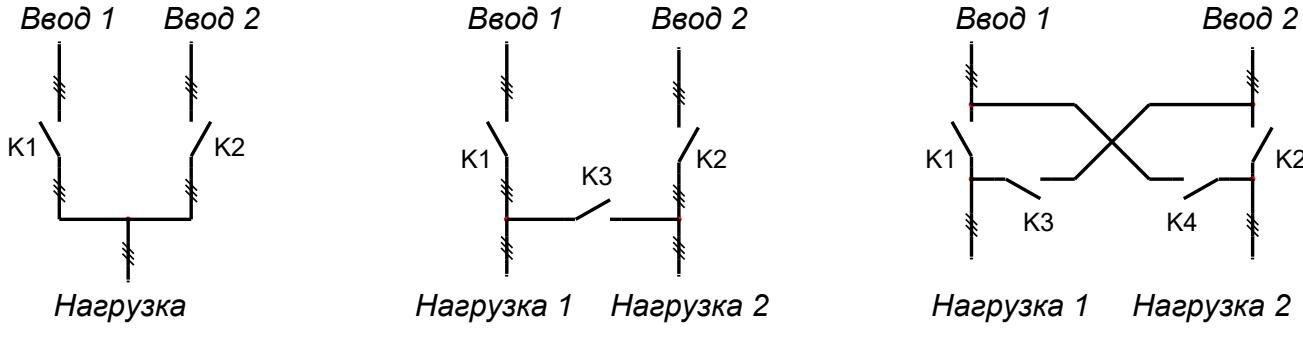

Рис. 1. Структурные схемы АВР и модификации предназначенных для них БУАВР
2.1.1. Структурные схемы АВР и модификации предназначенных для них блоков БУАВР приведены на рис. 1.
- БУАВР.К.х.М и БУАВР.КИ.х.М предназначены для работы в составе АВР с двумя вводами и одной нагрузкой Рис. 1.а. БУАВР.К.х.М имеет 4 группы выходных контактов, что позволяет управлять цепями включения и отключения автоматических выключателей без дополнительных промежуточных реле. БУАВР.КИ.х.М имеет 2 группы выходных НО контактов для управления силовыми коммутационными аппаратами и 2 группы НО контактов для индикации состояния вводов.
- БУАВР.С.х.М предназначен для работы в составе АВР с двумя вводами, двумя нагрузками, с секционным выключателем Рис. 1. б. БУАВР имеет 3 группы выходных НО контактов для управления силовыми коммутационными аппаратами.
- БУАВР.2С.х.М предназначен для работы в составе АВР с двумя вводами, двумя нагрузками, двумя секционными выключателями Рис. 1.в. БУАВР имеет 4 группы выходных НО контактов для управления силовыми коммутационными аппаратами.